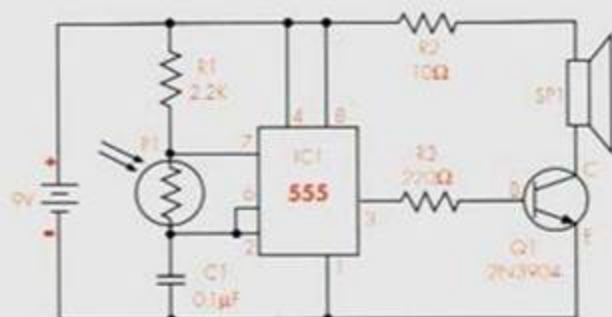

Figura 1. Diagrama esquemático
1. Arme en el protoboard el circuito que aparece en el diagrama esquemático de la figura 1. Puede usar como guía de montaje el diagrama pictórico. Recuerde que puede montar los componentes en cualquier orden, a excepción de la batería, la cual debe conectarse de último. Revise la orientación del circuito integrado, de tal modo que sus pines no queden invertidos.